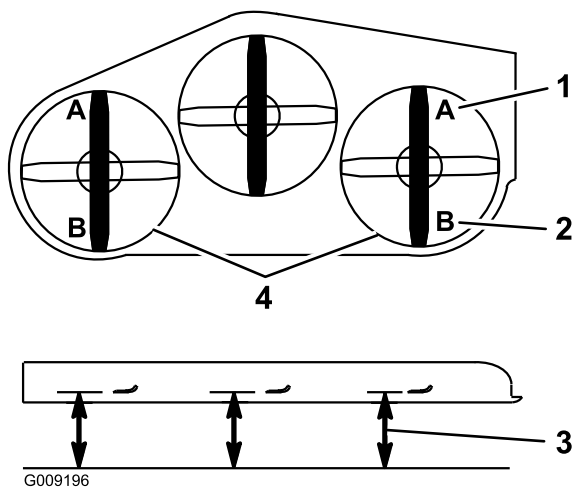

Figure 93
9. De chaque côté du tablier de coupe, mesurez la distance entre la surface plane et la pointe avant de la lame (position A). La distance obtenue doit être de 7,6 cm (3 po); voir Figure 93.
15. De chaque côté du tablier de coupe, mesurez la distance entre la surface plane et la pointe arrière de la lame (position B). La distance obtenue doit être de 8,3 cm (3-1/4 po); voir Figure 93.